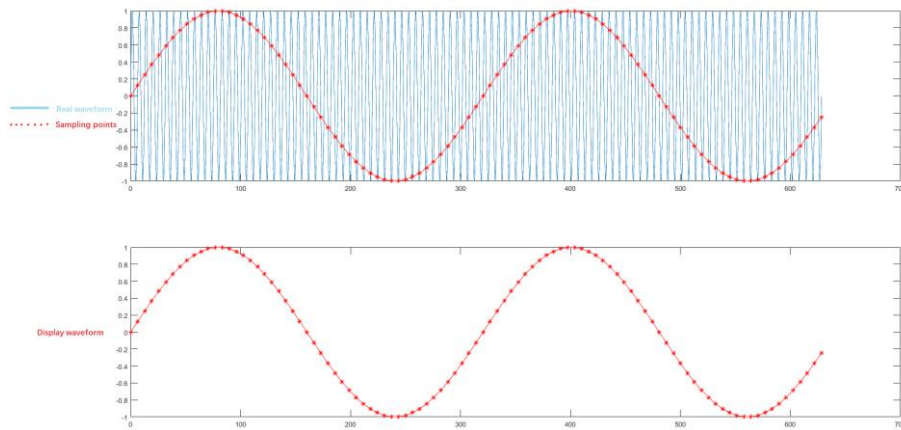

Abbildung 10-2
- Wellenform-Aliasing: Da die Abtastrate 2-mal niedriger ist als die tatsächliche Signalfrequenz (Nyquist-Frequenz), ist die Wellenformfrequenz geringer als die Frequenz des tatsächlichen Signals, wenn die Abtastdaten rekonstruiert werden, wie in Abbildung 10-2 gezeigt.